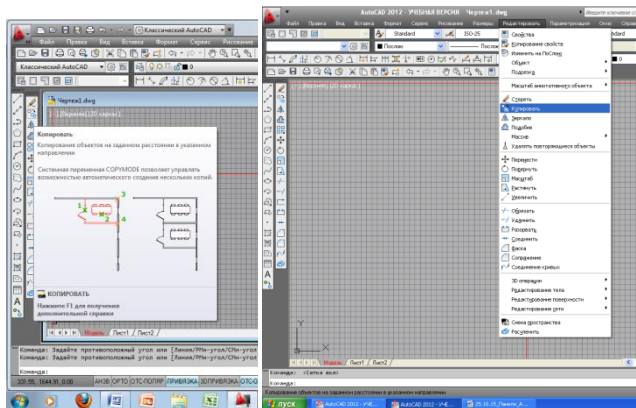

Рисунок 2.16 – Команда «Копировать»
– щелчком мыши по кнопке на панели инструментов «Редактирование», из строки меню «Редактировать» – «Копировать» (рисунок 2.16).